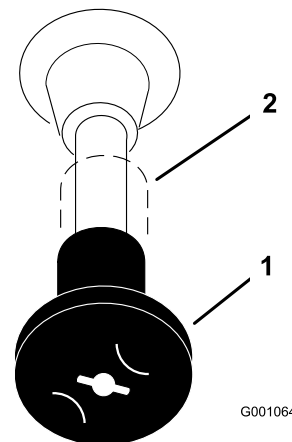

Figura 15
4. Si el motor está frío, mueva el control del estérter a la posición de arranque antes de arrancarlo (Figura 15).
7. Después de que el motor arranque, abra el estárter (Figura 15). Si el motor se cala o funciona irregularmente, vuelva a colocar el estárter en Cerrado durante unos segundos, luego mueva la palanca del acelerador al ajuste deseado. Repita este procedimiento tantas veces como sea necesario.